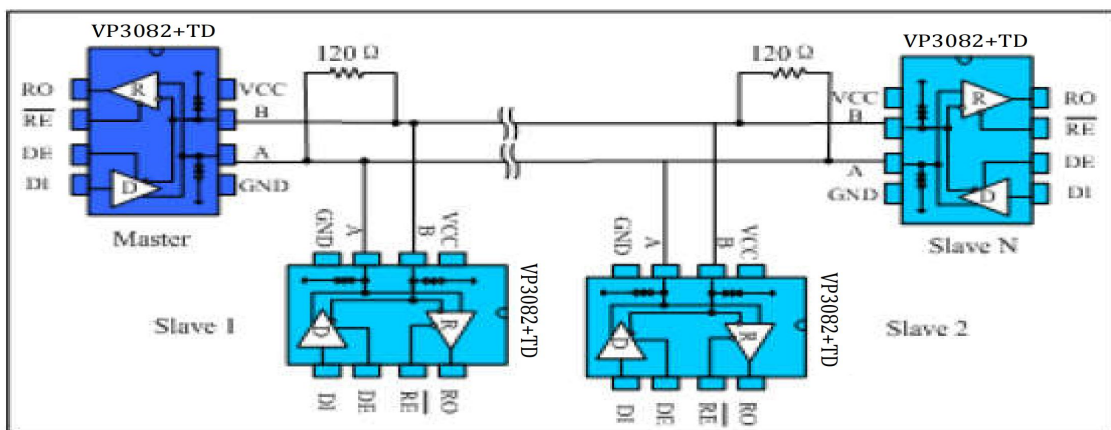

图 9 总线式 RS485 半双工通讯网络
4.1 总线式组网：VP3082+TD RS485 收发器设计用于多点总线传输线上的双向数据通信。图 9 显示了典型网络应用电路。这些器件也能用作电缆长于 4000 英尺的线性转发器，为减小反射，应当在传输线两端以其特性阻抗进行终端匹配，主干线以外的分支连线长度应尽可能短。